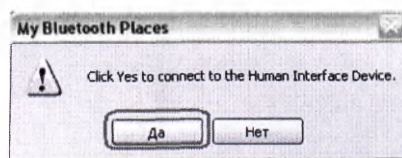

Рис. 16
7. В появившемся окне нажмите кнопку «Да» (рис. 16).